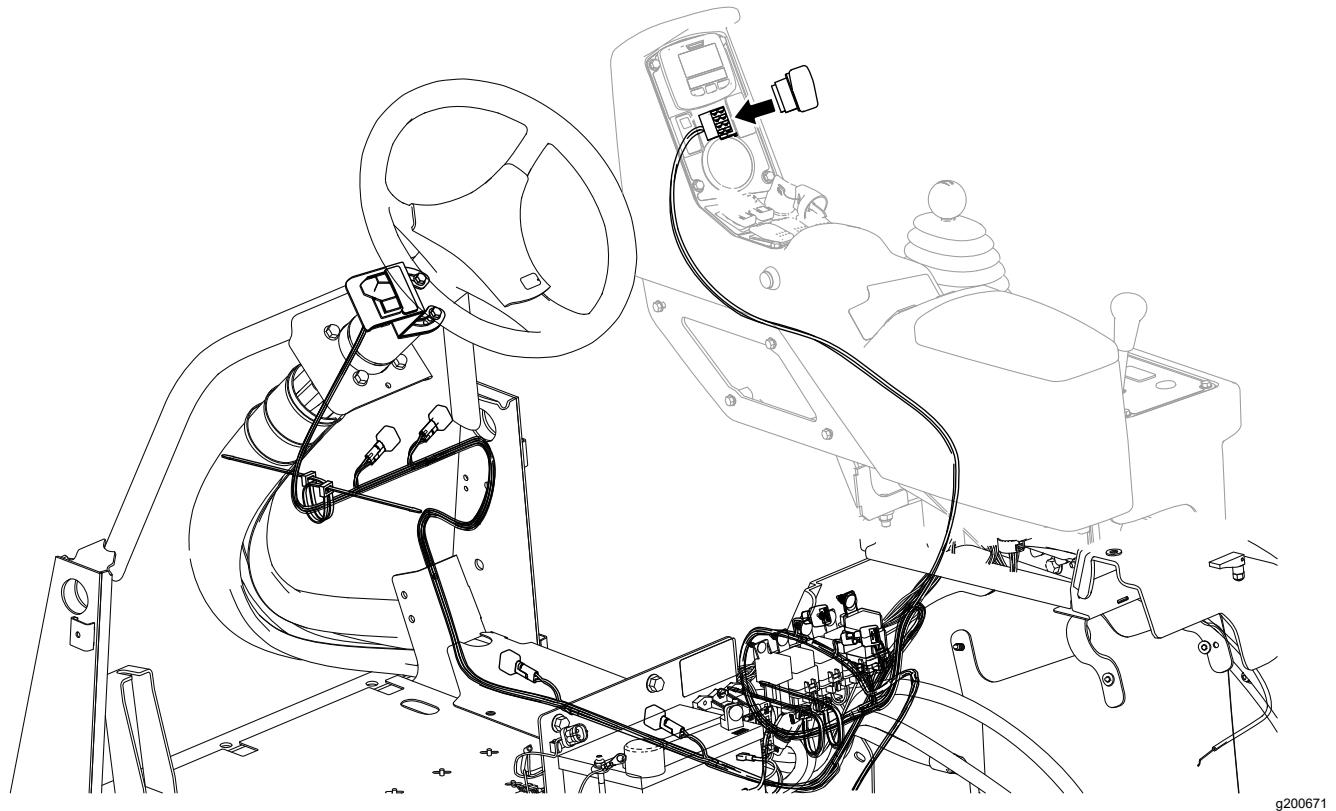

Рисунок 8
4. Проложите жгут проводки вдоль жгута проводки машины и вверх к панели управления (Рисунок 8).
5. Подсоедините кулисный переключатель к жгуту проводки (Рисунок 8).
Переключатель включения/выключения пенообразования – приводит в действие компрессор, создающий поток пены одновременно в обе секции стрелы (Рисунок 8).